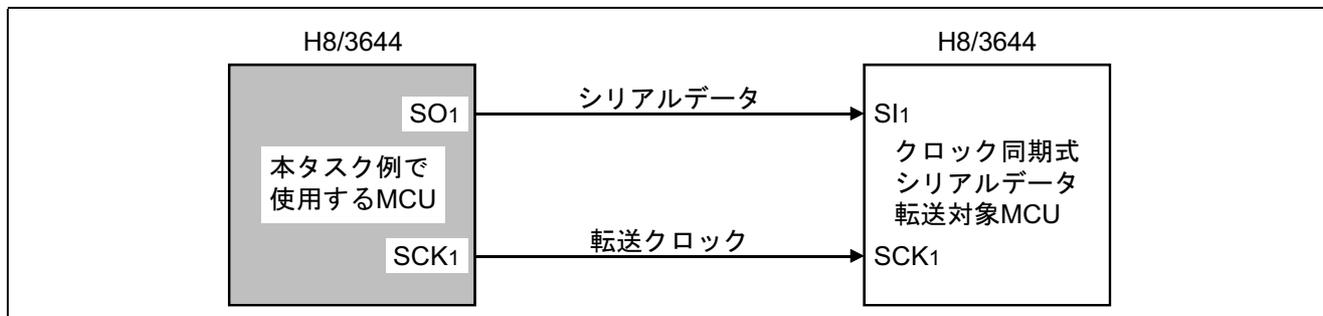

図1 クロック同期式シリアルデータ送信
- (1) 図1に示すようにクロック同期式シリアル転送機能を使用して、4バイトの8ビットデータを送信します。
- (2) 転送クロックは、内部クロックを使用し、12.8  $\mu$ sの転送クロック周期でデータを転送します。
- (3) 送信するデータのデータ長は8ビットで、データの最下位ビットから送信するLSBファースト方式による送信を行います。